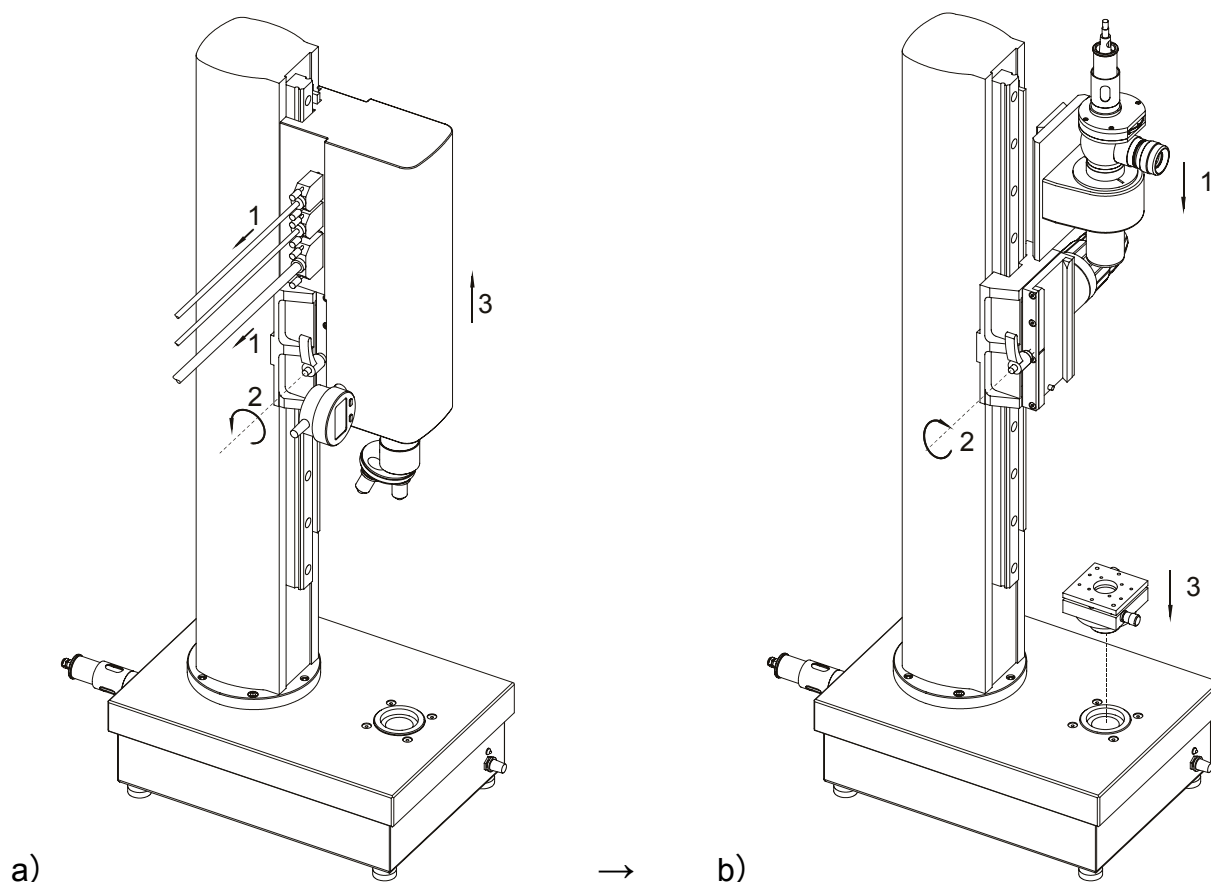

图 17： 更换焦点模块
- a) 如图 17 a) 所示取下连接电缆。
- d) 如图 17 b) 所示装入角度模块并旋紧紧固螺丝。